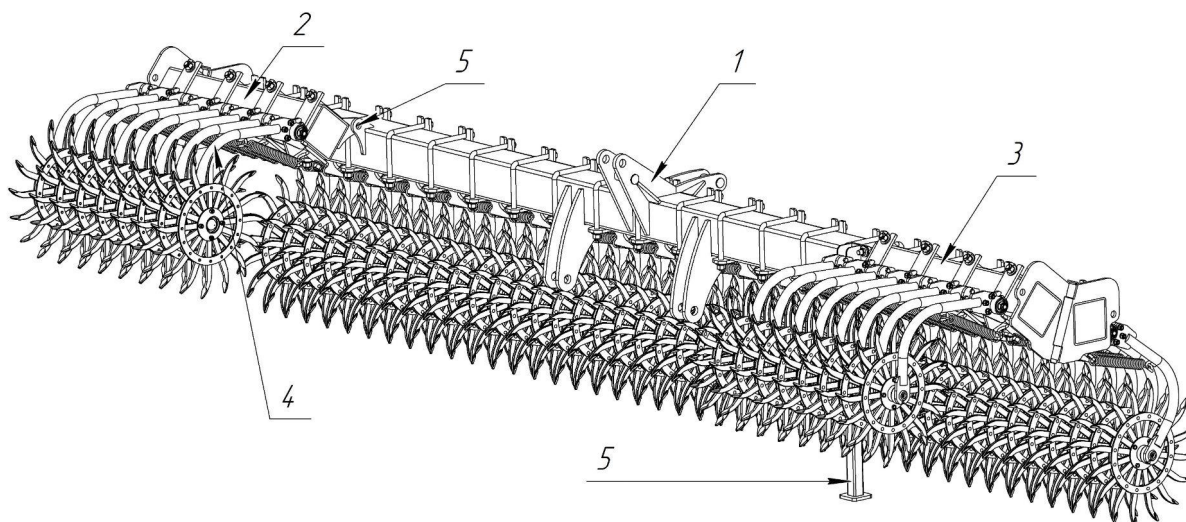

Рисунок 2. Транспортное положение бороны «Агролюкс-6,0»
- транспортное положение (рисунок 2).
В транспортном положении (рисунок 2) крылья бороны сложены поворотом вперёд и зафиксированы в данном положении болтами М20х60.